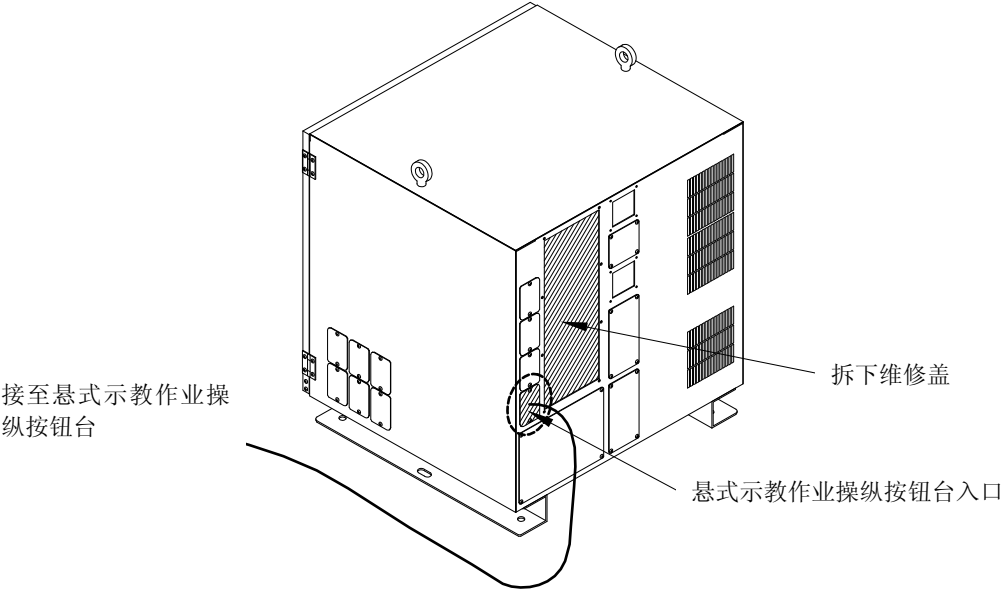

图 3.4.1 悬式示教作业操纵按钮台的连接（穿电缆）
- 2 拆下图 3.4.1 所示的维修盖。
- 3 将悬式示教作业操纵按钮台连接器穿过控制装置背面的进线口，如图 3.4.1 所示。